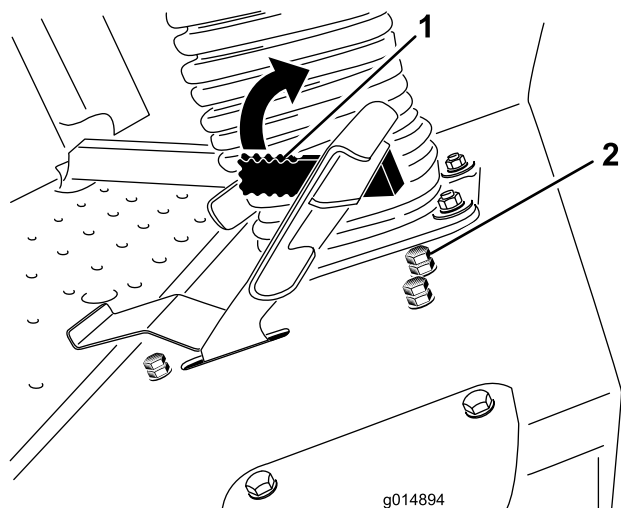

Figura 41
La palanca del limitador de la velocidad de siega (Figura 41) puede moverse hacia adelante para limitar la velocidad de tracción durante el uso.
3. Afloje la contratuerca del perno de tope del limitador de la velocidad de siega (Figura 41).